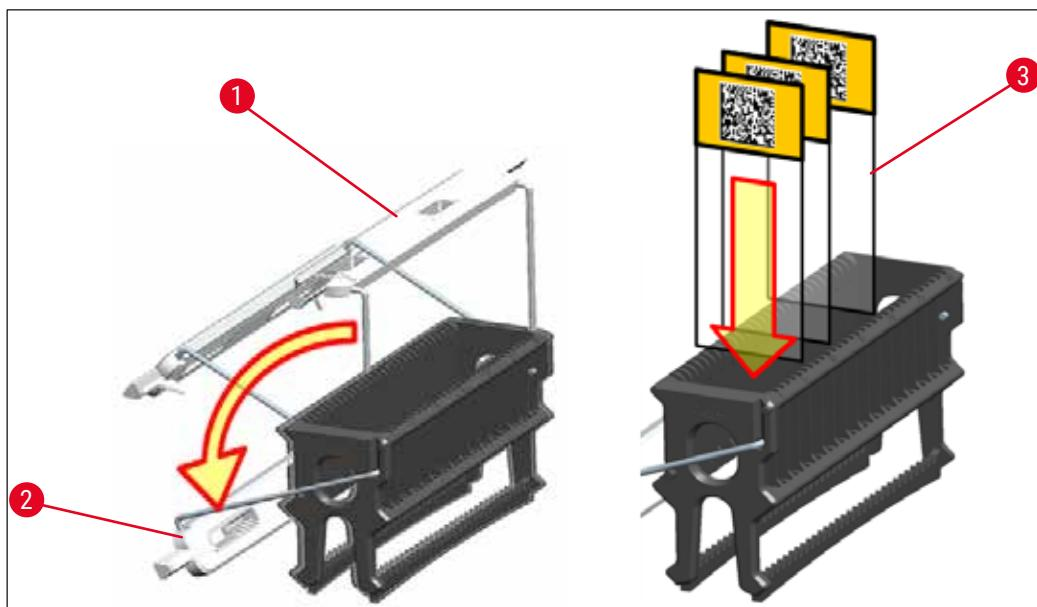

Fig. 85
- Partea frontală a rack-ului este marcată cu logo-ul Leica. Cu cadrul atașat, inscripția **FRONT** ("Partea frontală") poate fi văzută la o privire asupra cadrului (→ "Fig. 85").
1. Rabatați cadrul stativului în poziție verticală (→ "Fig. 85").